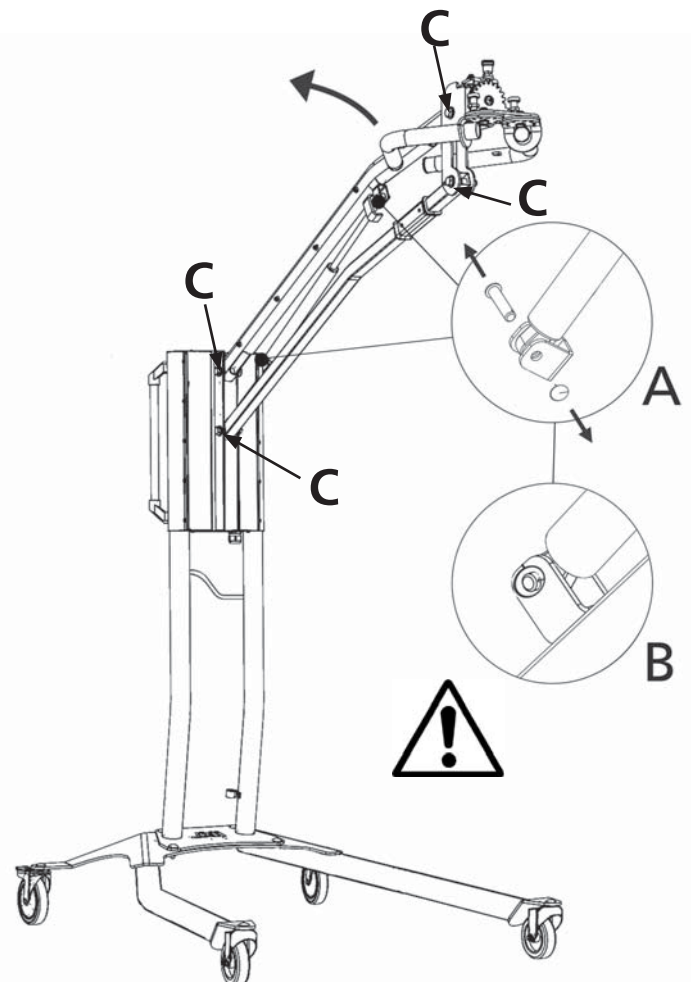

Abb. 2
Wenn der mobile Trockner nicht in der höchsten oder niedrigsten Position stehenbleibt, sondern von selbst etwas abfällt bzw. ansteigt, ziehen Sie die vier Schrauben fest, die in Abb. 2 mit dem Buchstaben "C" bezeichnet sind. Die Gasdruckfeder muss ausgetauscht werden, wenn der Stativarm trotz Nachziehens der Schrauben nicht mehr in der gewünschten Position bleibt, oder wenn die Einstellung des Stativarmes zu träge ist.
2. Schieben Sie den Parallelarm in die ganz aufrechte Stellung. (Abb. 2)
4. Nehmen Sie die Sperrringe und die beiden Stifte heraus. Schieben Sie die Gasdruckfeder etwas nach oben/nach vorne und nehmen Sie sie heraus. (Abb. 2)